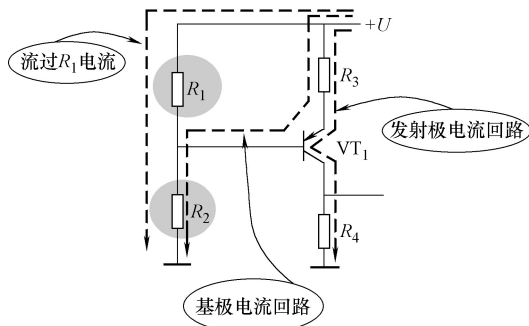

图 11-8 直流电流回路示意图
2) 直流电流回路分析。图 11-8 所示是直流电流回路示意图, 流出直流电源  $+U$  的直流电流共有三条回路。